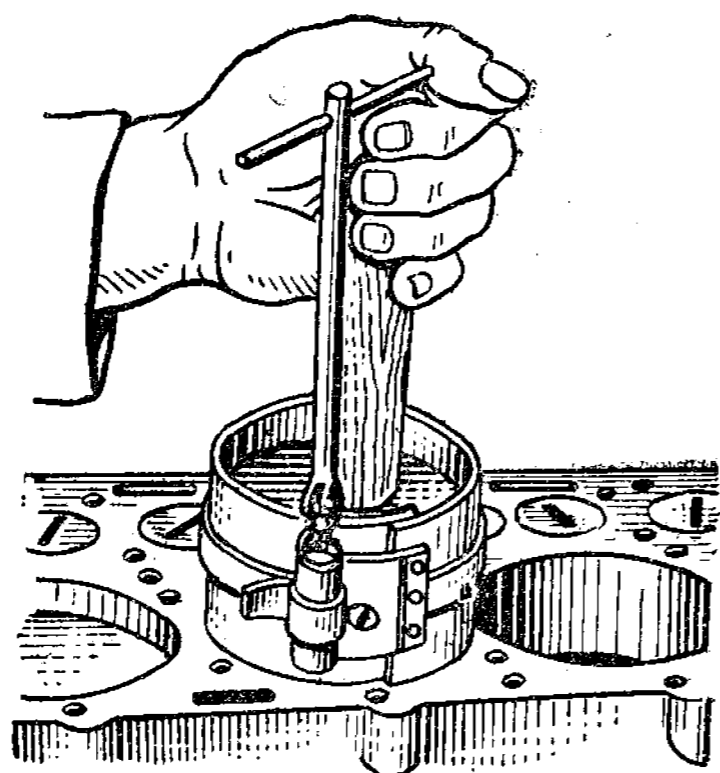

Рис. 24. Установка поршня в сборе с кольцами в цилиндр
12. Надеть на поршень приспособление для сжатия поршневых колец. Сжать поршневые кольца и вставить в 1-й цилиндр (рис. 24).